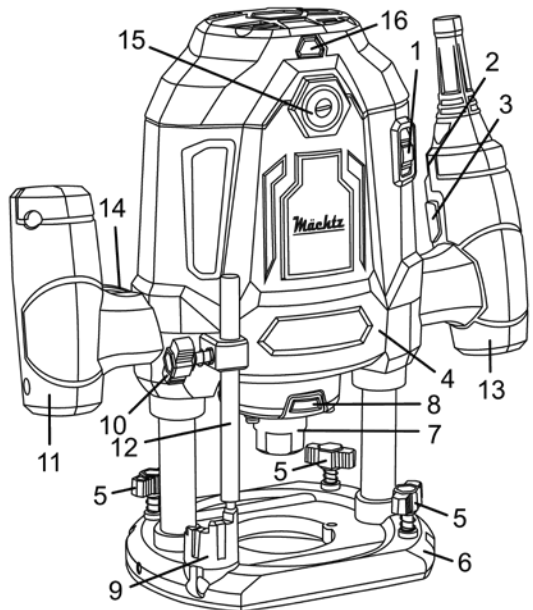

Рисунок 1
- переверніть фрезер опорною платформою (6, рисунок 1) догори та встановіть його на площину верхньої частини корпусу різальної головки (4, рисунок 1);
- натисніть на кнопку блокування шпинделя (8, рисунок 1), щоб утримувати його в нерухомому стані та міцно затягніть цангову гайку ключем з комплекту постачання;
- виставте поворотний упор (9, рисунок 1) в таке положення, щоб його найвища сходинка опинилася на одній вертикальній лінії з обмежувачем глибини (12, рисунок 1);
- послабте гвинт фіксації обмежувача глибини (10, рисунок 1), поки сам обмежувач (12, рисунок 1) вільно випавши вниз, не обіпреться у найвищу сходинку поворотного упору (9, рисунок 1);
- встановіть фрезер на плоску поверхню. Відпустіть важіль фіксації глибини фрезерування (14, рисунок 1) та опустіть різальну головку фрезера (4, рисунок 1) так, щоб фреза торкнулася поверхні. Зафіксуйте положення різальної головки фрезера за допомогою важеля фіксації;
- зафіксуйте положення обмежувача глибини (12, рисунок 1), закрутивши гвинт фіксації (10, рисунок 1). Запам'ятайте або запишіть значення на міліметровій шкалі обмежувача, яке буде знаходитися над верхнім торцем кронштейна фіксатора обмежувача глибини.
- поверніть гвинт фіксації обмежувача глибини (10, рисунок 1) проти годинникової стрілки, щоб звільнити обмежувач глибини (12, рисунок 1);
- відпустіть важіль фіксації глибини фрезерування (14, рисунок 1) та опустіть різальну головку фрезера (4, рисунок 1) так, щоб обмежувач глибини торкнувся поворотного упору (9, рисунок 1);
Поворотний упор (9, рисунок 1) має сім нерегульованих позицій. Різниця між кожною позицією складає 4 мм. За допомогою цих позицій можна швидко вибрати одну з глибин фрезерування без зміни положення обмежувача глибини.
Налаштування частоти обертання шпинделя здійснюється шляхом обертання коліщатка 6-ти ступеневого регулятора (1, рисунок 1), розміщеного на різальній головці виробу (4, рисунок 1).
Щоб спростити роботу під час прямолінійної обробки, на виробі передбачено можливість встановлення паралельного (бічного) упору. Для регулювання його положення необхідно послабити два гвинти фіксації напрямних штанг (5, рисунок 1) на опорній платформі виробу, перемістити упор у потрібну позицію та затягнути гвинти.
Для запуску фрезера натисніть на кнопку блокування від випадкового запуску (3, рисунок 1), а потім на пускову клавішу (2, рисунок 1). Для зупинки електродвигуна слід відпустити пускову клавішу.
Швидкість обертання фрези можна регулювати шляхом встановлення регулятора частоти обертання шпинделя (1, рисунок 1) в одне з положень, де положення 1 – мінімальна швидкість обертання шпинделя, положення 6 – максимальна. Для збільшення швидкості повертайте коліщатко регулятора у напрямку від меншого значення до більшого, а для зменшення – навпаки. Регулятор швидкості дозволяє підібрати оптимальні оберти, залежно від оброблюваного матеріалу та діаметра фрези (дивіться таблицю 1).
- вставте напрямні штанги у відповідні отвори в опорній платформі (4, рисунок 1). Відрегулюйте положення паралельного упору та зафіксуйте його за допомогою гвинтів (5, рисунок 1);
Копіювальне кільце призначене для використання з профільними шаблонами. Для монтажу копіювального кільця переверніть фрезер опорною платформою догори та встановіть його на площину верхньої частини корпусу різальної головки (4, рисунок 1). Відкрутіть монтажні гвинти біля отвору в опорній платформі, встановіть копіювальне кільце у монтажний паз в опорній платформі та зафіксуйте його монтажними гвинтами.